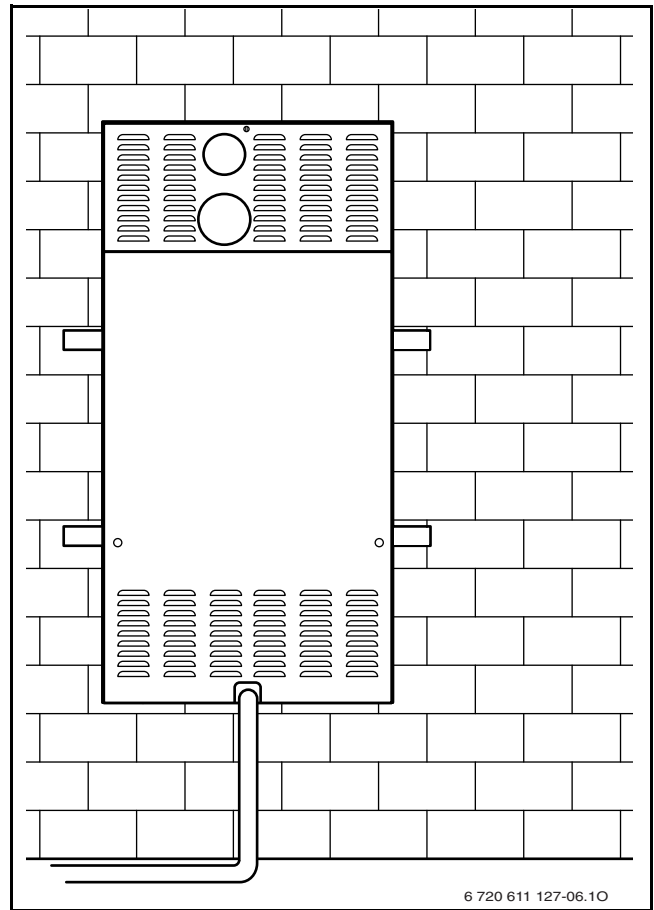

Fig. 6
- apertura pre-tranciata da utilizzare nei casi in cui la tubazione di adduzione gas giunga dall'esterno del guscio ad incasso (Fig. 6)